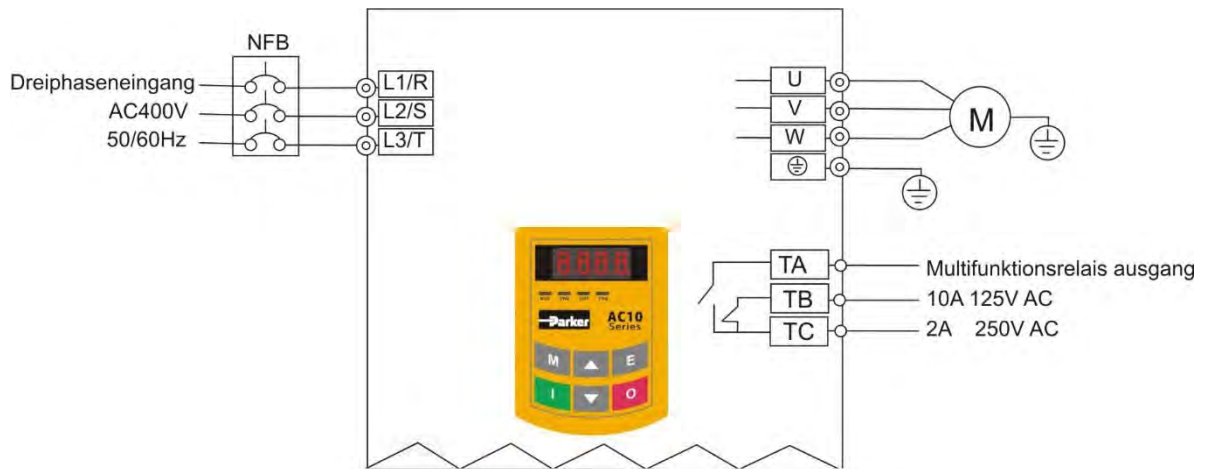

Abbildung 8-1 Schaltplan 1
- i. Verbinden Sie die Kabel gemäß Abbildung 8-1. Nachdem die Verkabelung erfolgreich überprüft wurde, schalten Sie den Trennschalter und den Wechselrichter ein.